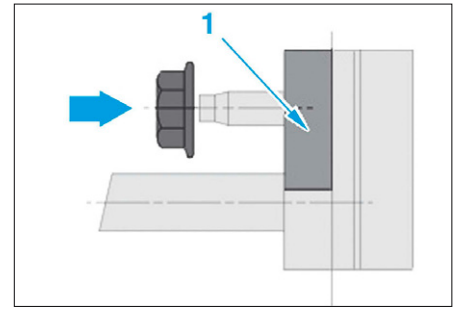

FIG. 10
- Les brides (1) doivent être en appuis avant le serrage des écrous (Fig.10).
- La bride (1) du raccord doit être en appui avant le serrage des écrous (Fig.10).